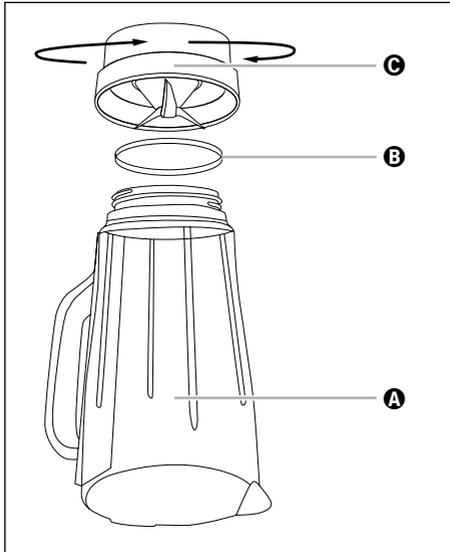

Fig. 4
- 2) Renversez l'appareil et tournez la pièce en plastique Ⓒ du bol mixeur ③ dans le sens anti-horaire afin qu'elle se détache de la pièce en verre Ⓐ du bol mixeur ③ (voir fig. 4).